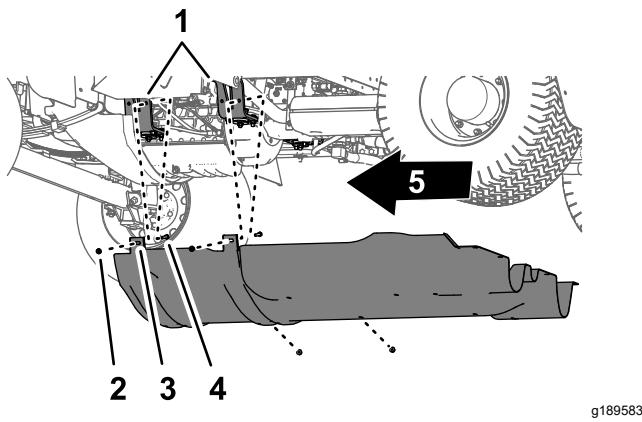

図 56
- キャリッジ下シュラウドの取り付けタブをエンジン搭載ブラケットに固定しているボルトおよびキャリッジボルトのフランジロックナット5/16"4個を取り外す図 56。
5. キャリッジ下シュラウドを機体から取り外す図 55 と図 56。
1. キャリッジ下シュラウドを車体の下シャーシに合わせる図 56 キャリッジ下シュラウドを取り外す(ページ 47)を参照。
2. エンジン搭載ブラケットのところで、ボルトとキャリッジボルトの上からキャリッジ下シュラウドの取り付けタブを入れる図 56 キャリッジ下シュラウドを取り外す(ページ 47)を参照。
3. キャリッジ下シュラウドを、エンジン搭載ブラケットとボルトに組み付ける図 56 ステップ 2 キャリッジ下シュラウドを取り外す(ページ 47)で外したフランジロックナット(5/16") 4個を使用する。